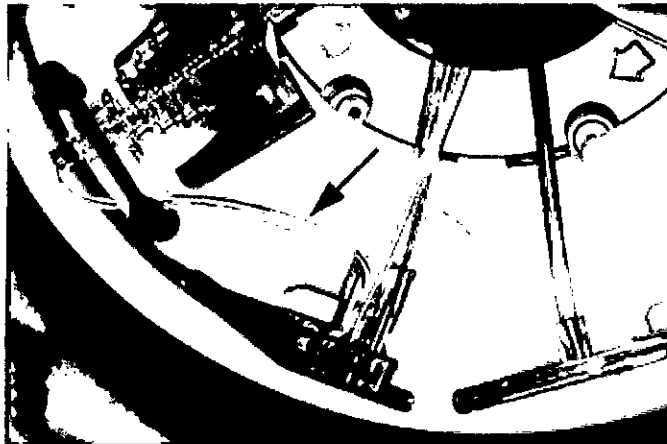

Figura 8: Posición correcta de la línea de recolección hacia la cámara del equipo de recolección
10. Asegúrese de que la cámara este encajada detrás del sujetador en la abertura de la abrazadera, de modo que el sujetador retenga la cámara en la abrazadera. Coloque la línea de recolección hacia la cámara detrás del reborde de la referencia óptica, de modo que la línea no obstruya la referencia óptica (Figura 8).